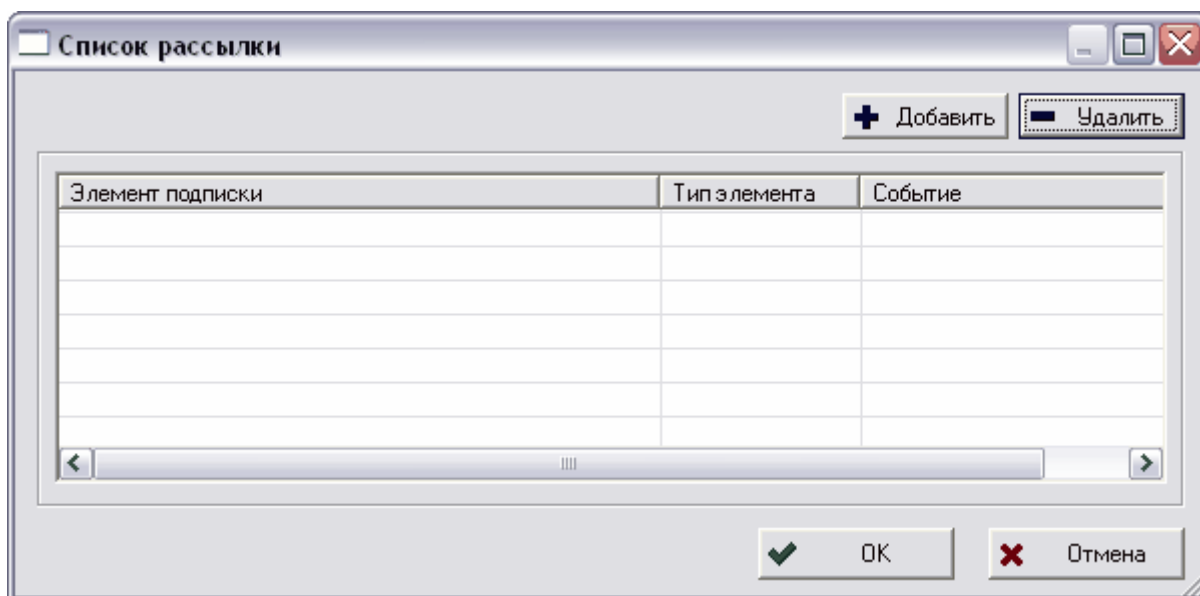

Рис. 277
1. В главном меню модуля выберите пункт **Почта → Подписка...**. После этого появится окно **Список рассылки** (Рис. 277).